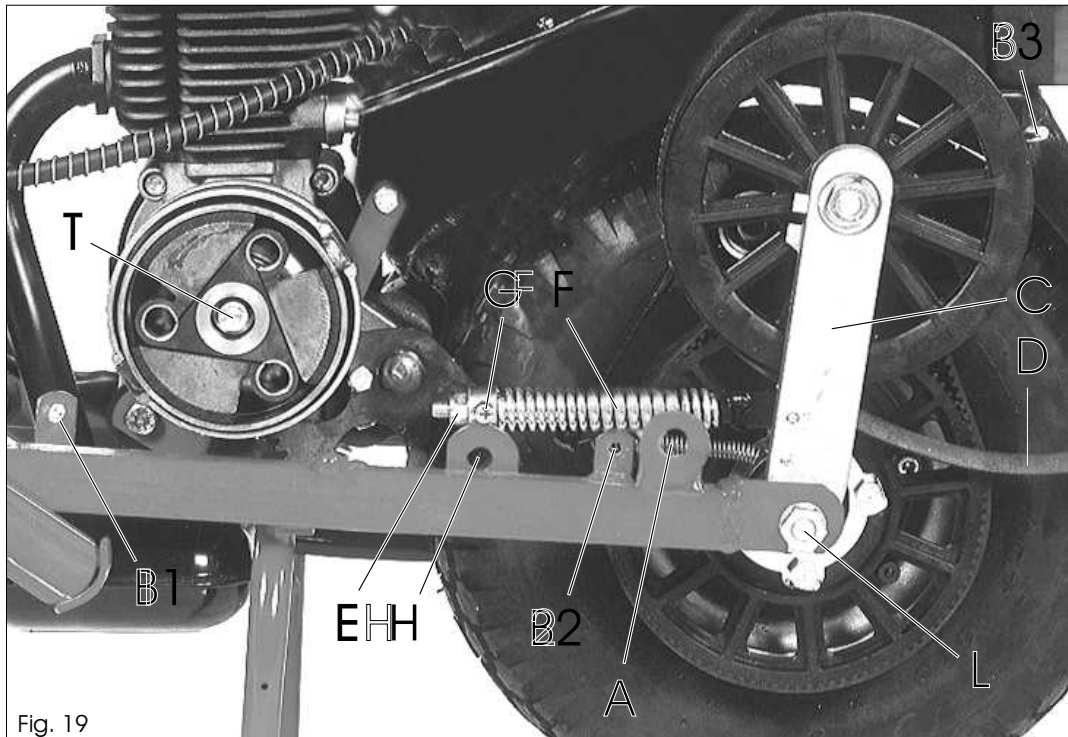

Fig. 19
6.2 *Puleggia variabile (fig.19)*